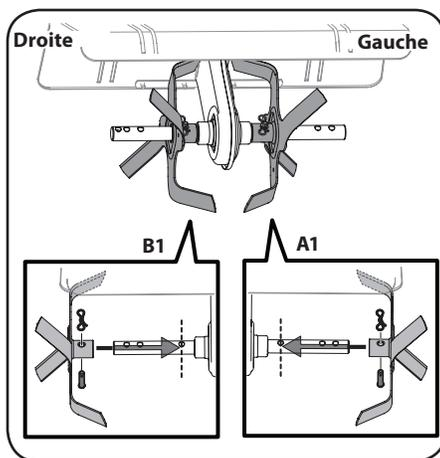

Figure 3-1
2. Placez-vous face au motoculteur et enfitez au maximum les dents notées A1 sur l'arbre de gauche. Ensuite, enfitez les dents notées B1 sur l'arbre de droite. Fixez chacune des dents avec une goupille fendue et un axe de chape (dans le sachet fourni avec le motoculteur). (Figure 3-1)